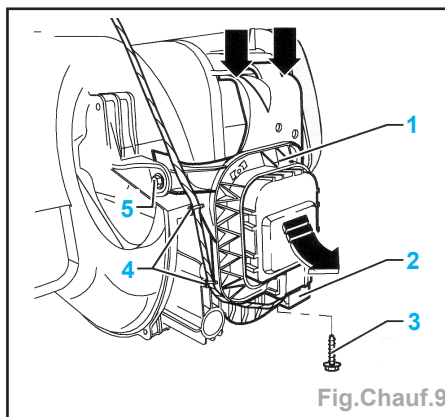

Fig.Chauf.9
- Couper le serre-câble (4) (Fig.Chauf.9).